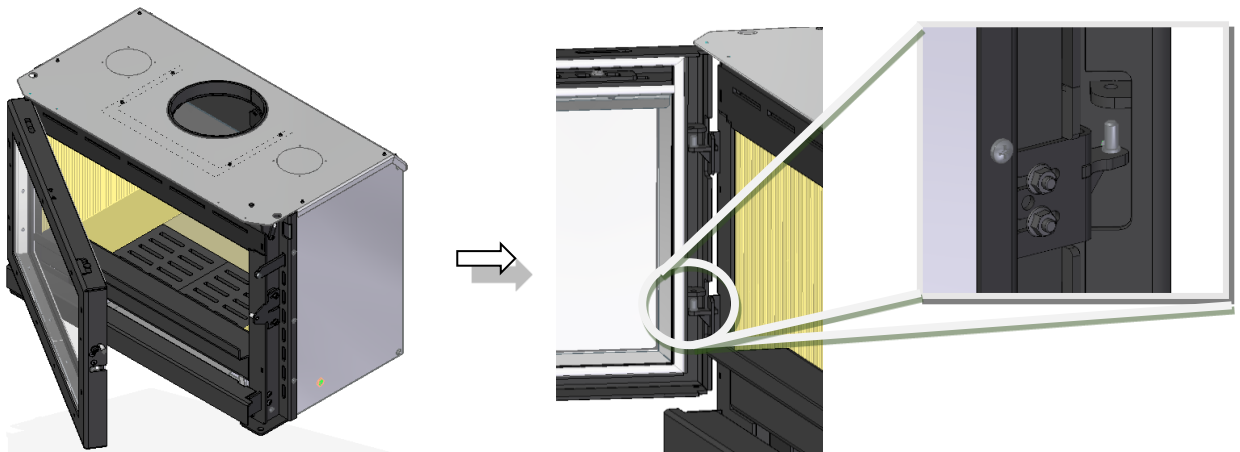
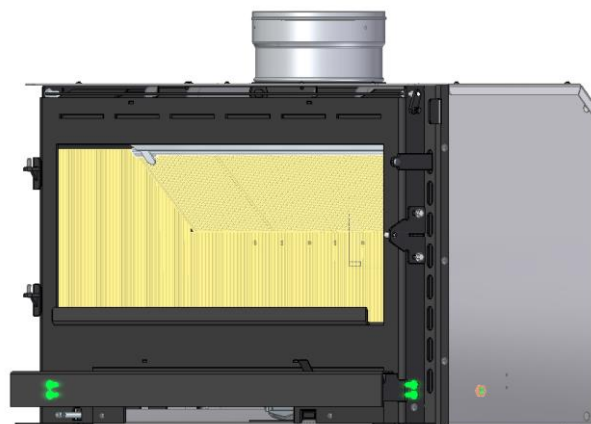

Figura 10 – Desencaixe da porta dos apoios
Figura 11 – Remoção da pala inferior
9. Deve ter em atenção que quando colocar o equipamento no sítio deverá retirar a porta levantando esta para cima de forma a retirar a porta dos apoios, Figura 10. Caso o seu equipamento seja um equipamento porta em chapa é aconselhado retirar também a pala inferior, desapertando os parafusos laterais conforme mostra a Figura 11. Caso seja um equipamento porta em vidro não tem pala inferior.